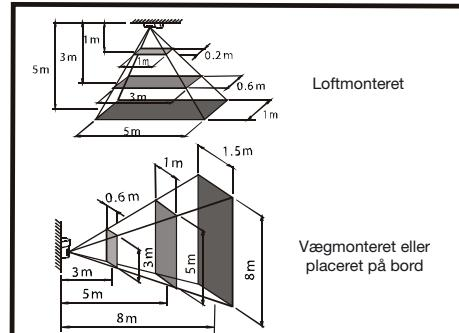

Fig. 4
1. Dektekteringsområdets størrelse er afhængig af sensorens højde placeret over gulv. Fig. 4